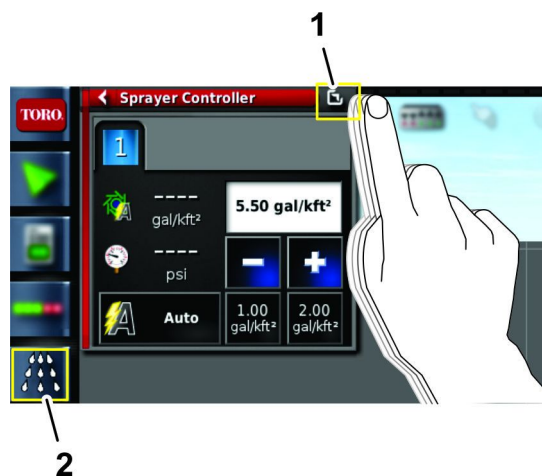

Figure 132
6. Appuyez sur l'icône du contrôleur de débit de pulvérisation, puis faites glisser l'icône plein écran dans le coin supérieur droit de la fenêtre du contrôleur (Figure 132).